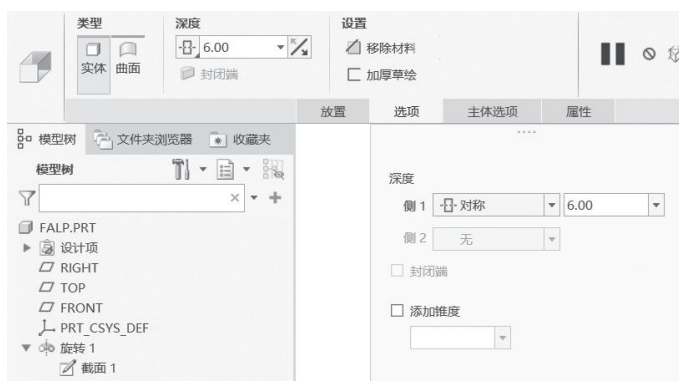
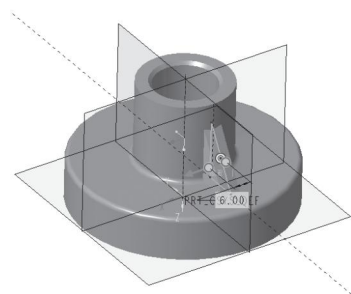

图 2-2-35 “拉伸设计”操控板
图 2-2-36 拉伸实体
(2) 单击“草绘视图”按钮 ，绘制如图 2-2-34 所示的截面图，单击“草绘”操控板上的“确定”按钮，退出草绘模块。接着在“拉伸设计”操控板上按照图 2-2-35 设置两侧对称拉伸尺寸为 6.00。在“拉伸设计”操控板上单击“确定”按钮，完成拉伸实体创建，如图 2-2-36 所示。